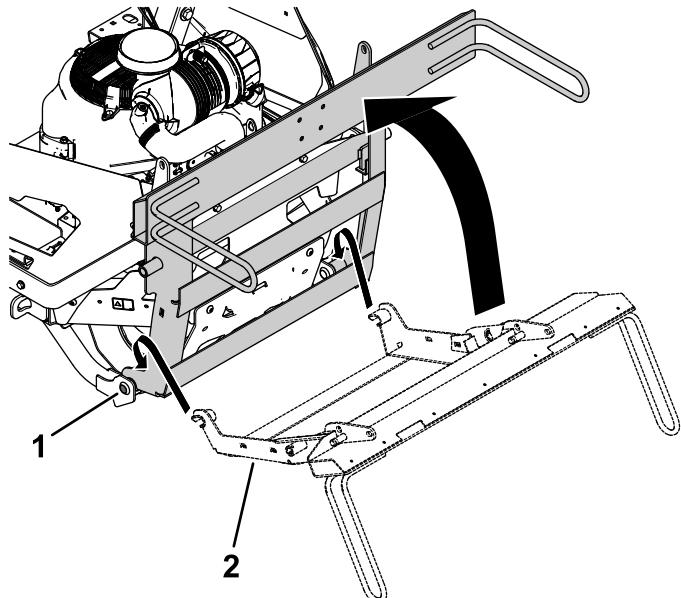

Figura 11
1. Coloque el bastidor del ensacador en las pasadores de giro del soporte, y gírelo hacia adelante (Figura 11).